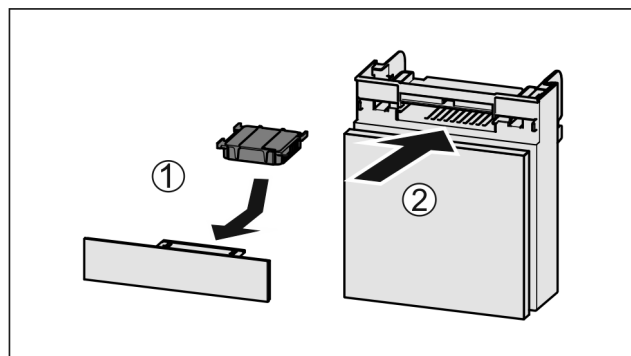

Fig. 68
- ▶ Vložte aktívny uhlíkový filter podľa obrázka Fig. 68 (1).
- ▶ Zasuňte zásuvku Fig. 68 (2).